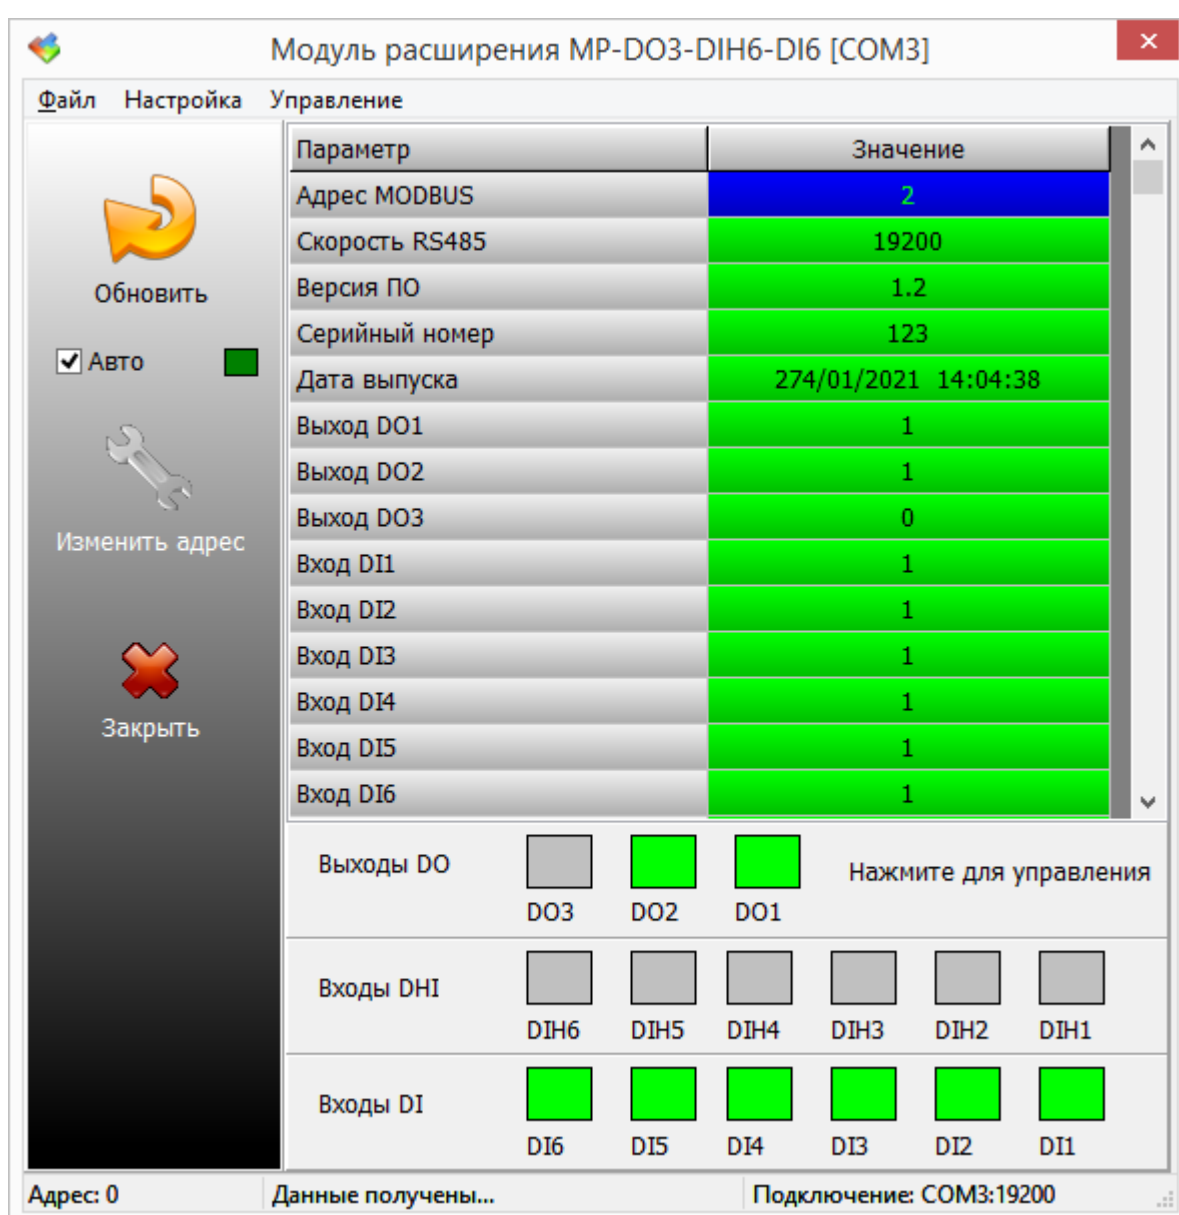

Рисунок 11 – Откроется окно с настройками модуля расширения
11.7 Откроется окно с настройками модуля расширения (рисунок 11).
Также состоянием дискретных выходов можно управлять из окна с настройками модуля расширения (рисунок 11).